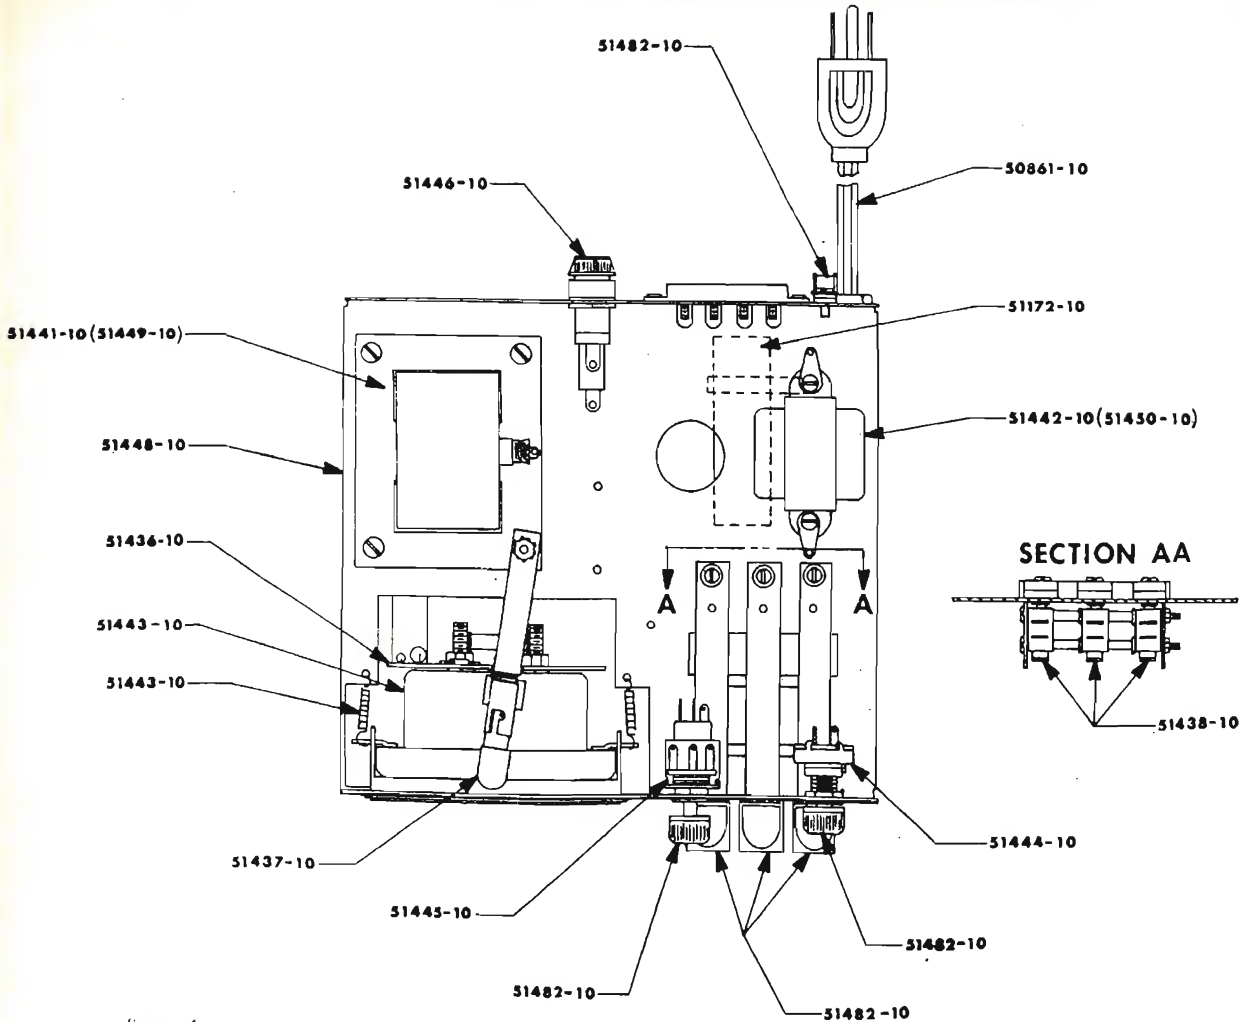

figura 4
*L'interno del control-box è schematizzato in figura 4 mentre in figura 5 vi è lo schema elettrico.*